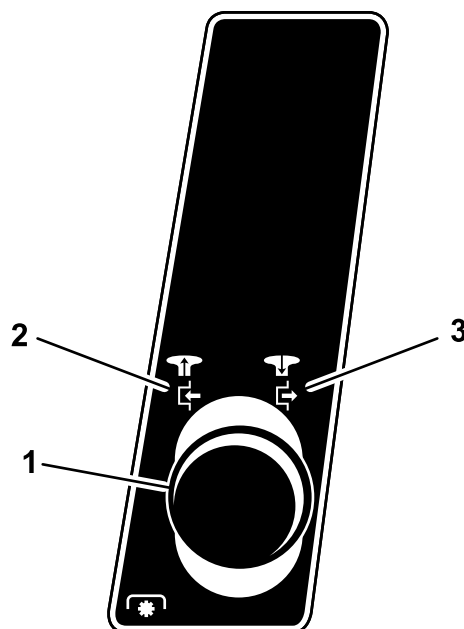

Figure 11
4. Désengagez la commande des lames (PDF). (voir la Figure 11).